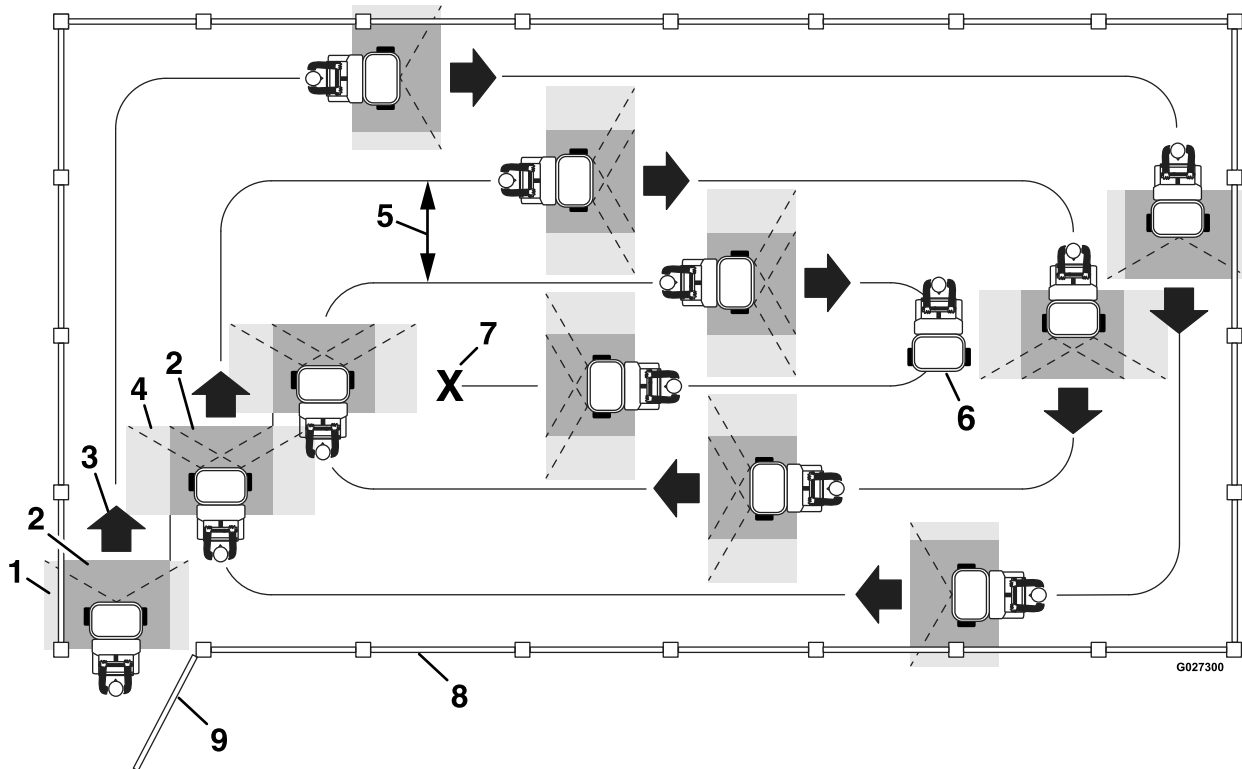

Figure 52
- N'empiétez pas sur la zone de pulvérisation effective que vous avez pulvérisée précédemment (voir Figure 52).